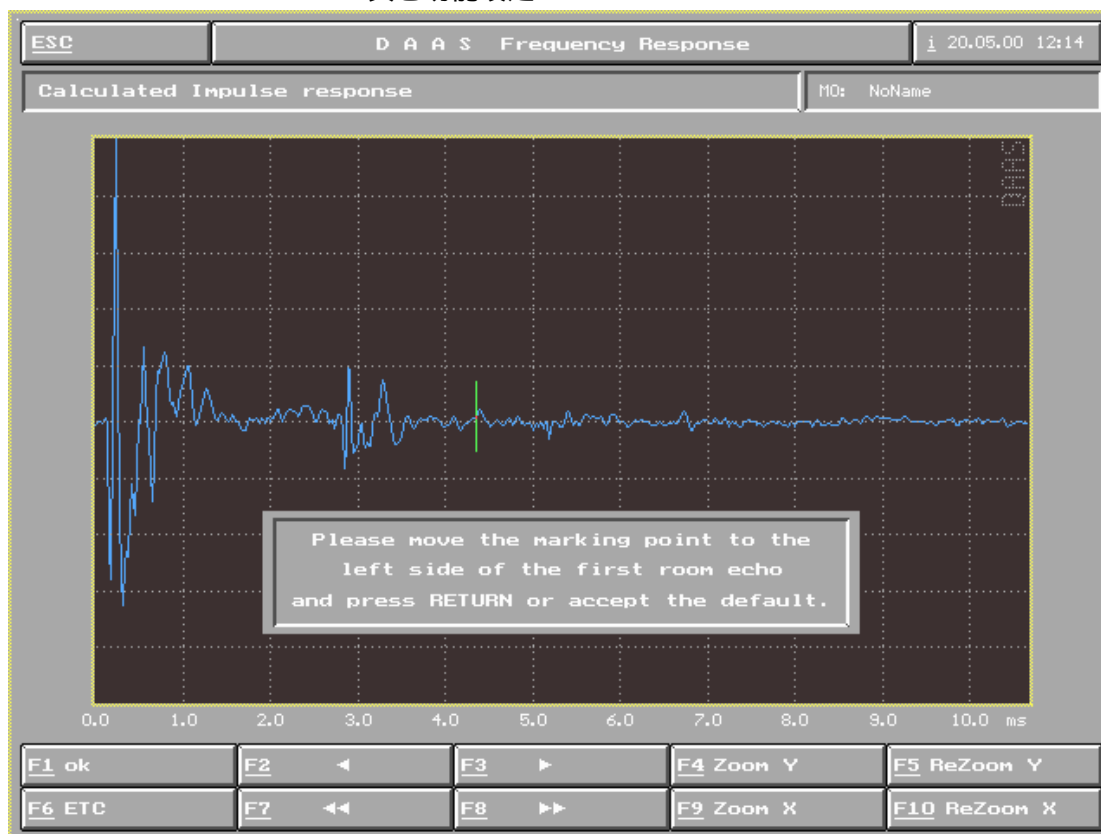

图 9
- 1) 点击 F2 Free field 自由音场校正, 得到如图 9 界面